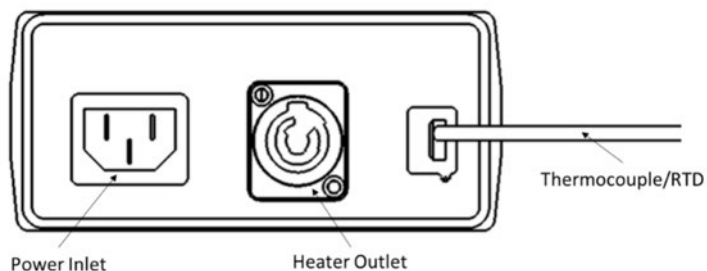

Figure 1
3. Branchez le cordon d'alimentation électrique à la prise d'alimentation électrique du régulateur (voir Figure 1).
8. Branchez le cordon d'alimentation du réchauffeur à la prise d'alimentation du réchauffeur du régulateur (voir Figure 1). Pour les modèles de 240 V possédant un connecteur d'alimentation de réchauffeur, reportez-vous à la procédure d'installation du connecteur d'alimentation du réchauffeur, page 32.